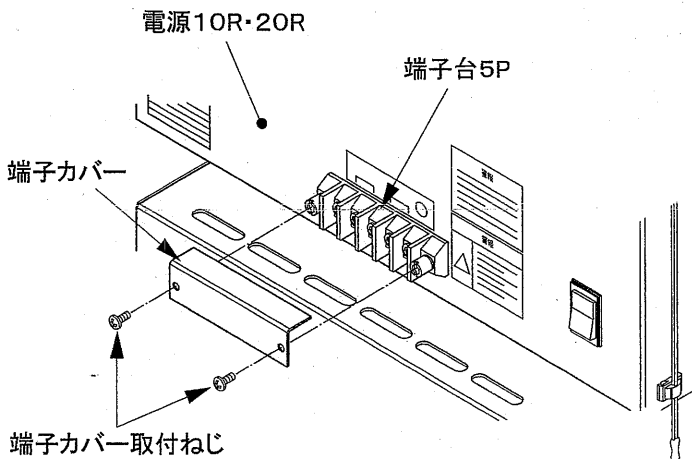

図13
2. 端子台 (M4) への接続は、端子カバーを取外し、圧着端子 (絶縁キャップ付) を用いて指定の端子へ確実に行ってください。(図13、14)